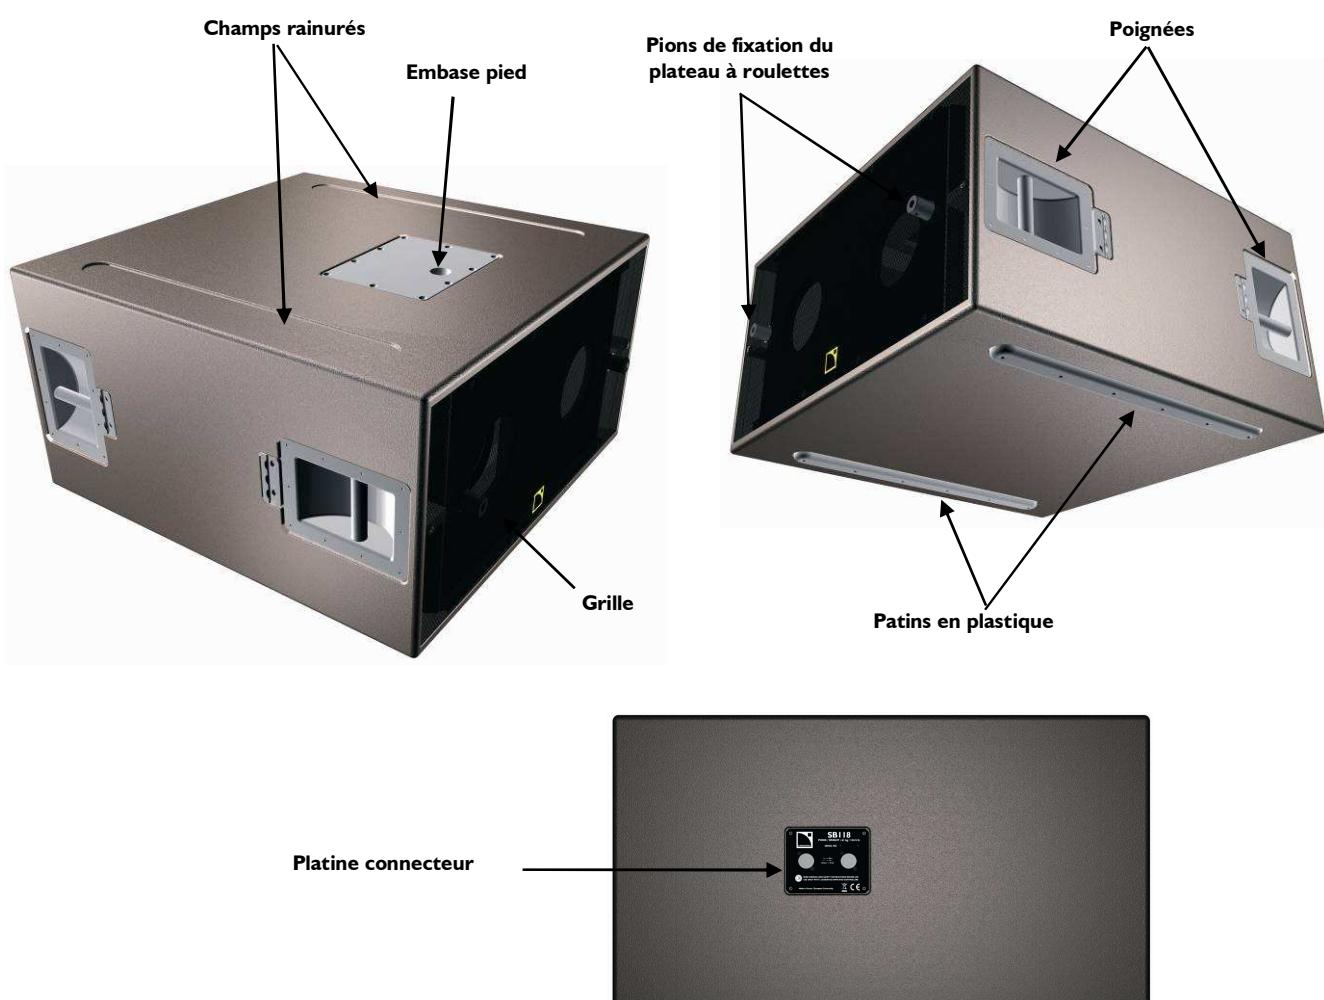

Figure 3 : L'enceinte sub-grave SB118
Le plateau à roulettes optionnel **L-ACOUSTICS® SB118PLA** (voir Figure 2) peut être accroché aux pions de fixation de l'enceinte SB118 (voir Figure 3) à l'aide de deux goupilles captives. Ce dispositif facilite et sécurise le transport de l'enceinte SB118.
- Posage d'une ligne verticale comprenant jusqu'à 8 enceintes SB118 à l'aide des patins en plastique et des champs rainurés intégrés (Figure 3).
- Montage sur pied d'une enceinte XT à l'aide de l'embase de 35 mm/1.4 inch (Figure 3) pour réaliser rapidement un système de façade.